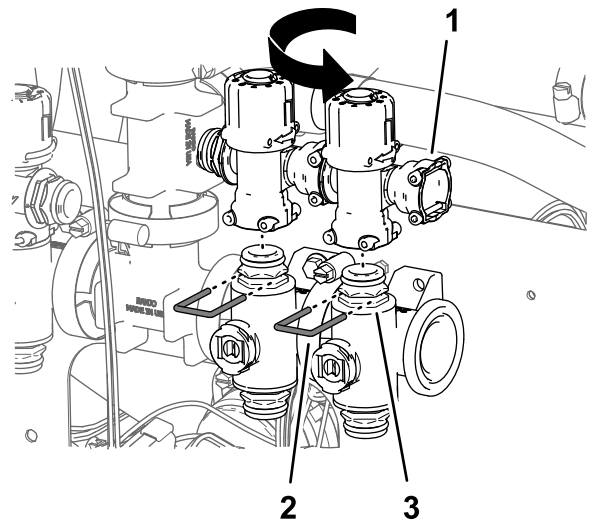

Figura 103
8. Repita los pasos 5 a 7 con las válvulas de desvío de las válvulas de boquilla 6 y 7 (Figura 103).